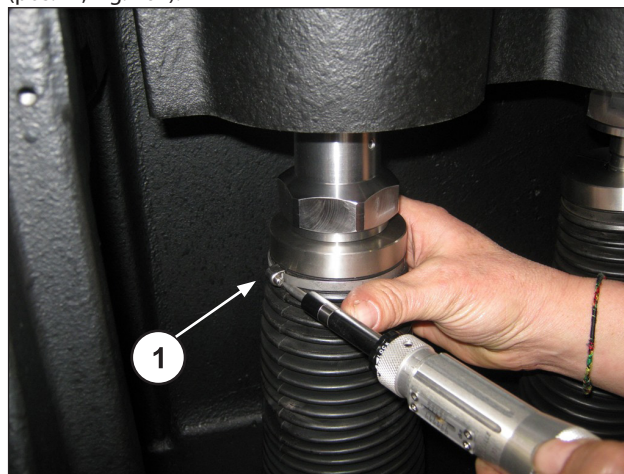

Fig. 164
Il riposizionamento del soffietto sul paraspruzzi ed il serraggio della fascetta che fissa il soffietto su quest'ultimo, andranno eseguiti dopo avere montato la testata **e fissato il pistone** (pos. ①, Fig. 164).